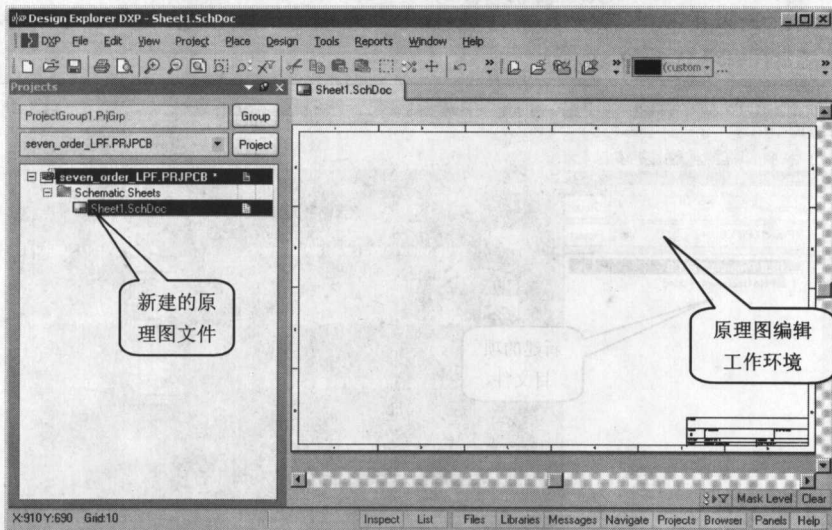

图 1-3 原理图编辑工作环境
- (4) 单击菜单命令“File-New-Schematic”（文件－新建－原理图）为该项目建立一个新原理图文件，系统将自动进入如图 1-3 所示的原理图编辑工作环境；